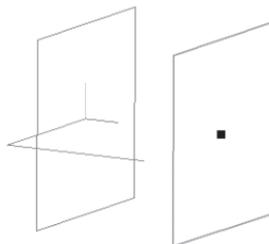

Рис. 413
- на панели **Свойств** в поле **Расстояние** введите значение смещения 40 мм (построенный нами горизонтальный отрезок равен 40 мм). Направление смещения –  **Обратное**, т.е. **в сторону построенного эскиза**. На экране появится фантом создаваемой плоскости (рис. 413);